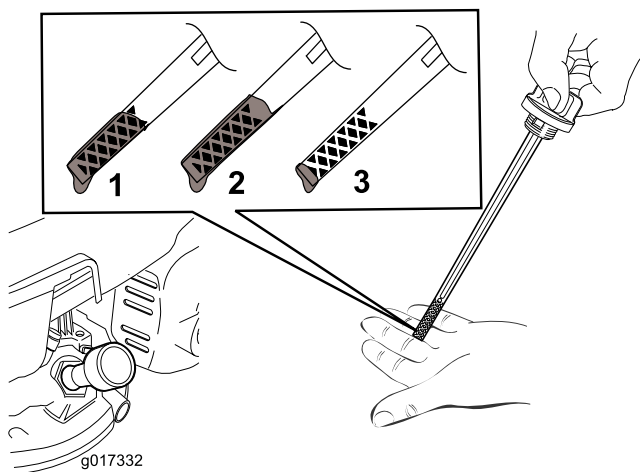

Рисунок 12
2. Извлеките масломерный щуп, повернув крышку против часовой стрелки и вытянув его (Рисунок 12).
5. Определите уровень масла по отметкам на щупе (Рисунок 12).
- Если уровень масла по щупу слишком низкий (Рисунок 12), осторожно залейте небольшое количество универсального минерального масла SAE 10W-30, не ниже SJ по классификации API, в маслозаливную горловину, подождите 3 минуты и повторите действия, описанные в пунктах с 3 по 5, чтобы довести масло до требуемого уровня по щупу.
- Если уровень масла по щупу слишком высокий (Рисунок 12), слейте излишек масла, пока не будет достигнут правильный уровень по щупу; см. раздел Замена масла в двигателе (страница 19).